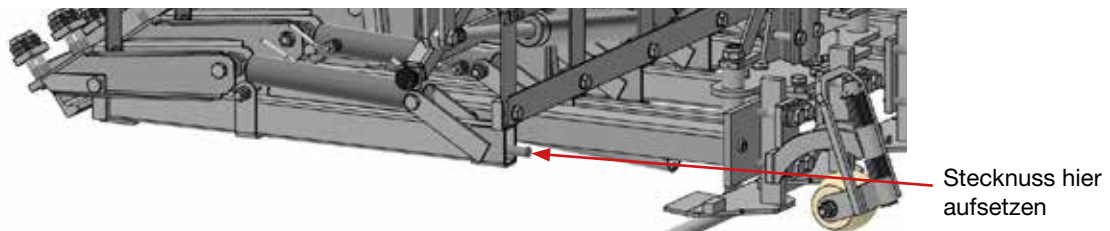

Abb. 82. Druckfedern des Greifarms wechseln
3. Lange Stecknuss des Spezialwerkzeugs auf die Gewindespindel aufsetzen (s. Abb. 82)